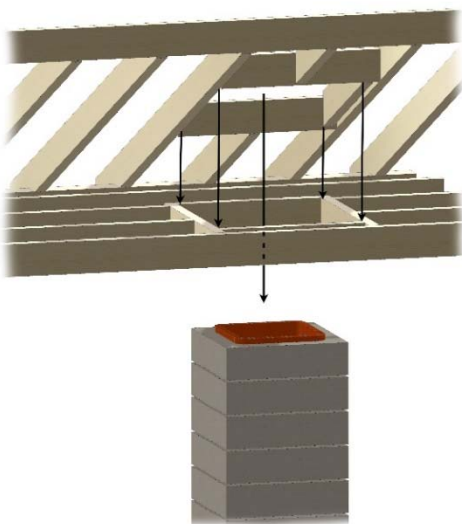

Figura 24. Penetración en el techo
C. Mida hacia todos los lados del clavo y marque la abertura requerida, y luego haga un agujero en el techo. Recuerde que el agujero se mide en la horizontal, y luego se proyecta hacia el techo. El agujero puede ser entonces más grande, dependiendo de la inclinación del tejado. Véase la figura 24.